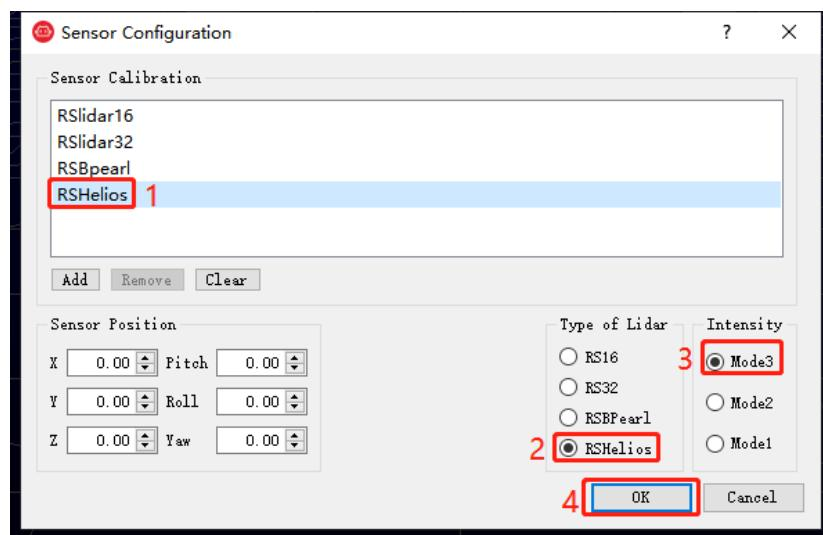

图 C-2 选择 RSHelios 参数配置文件
4. 在弹出的 **Sensor Configuration** 窗口中，选择 RSHelios“Type of Lidar”勾选 RSHelios，“Intensity”选择 Mode3,之后点击“OK”即可，如下图 C-2 所示：